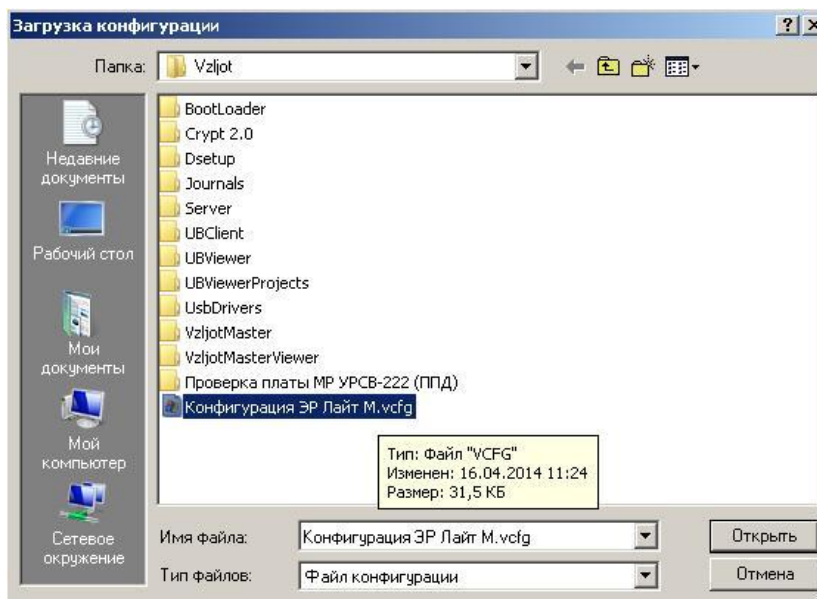

Рис.22. Окно «Загрузка конфигурации»
- в программе «Универсальный просмотрщик» выбрать пункт «Проект» / «Конфигурация» / «Загрузить конфигурацию» и выбрать файл конфигурации для загрузки (рис.22).